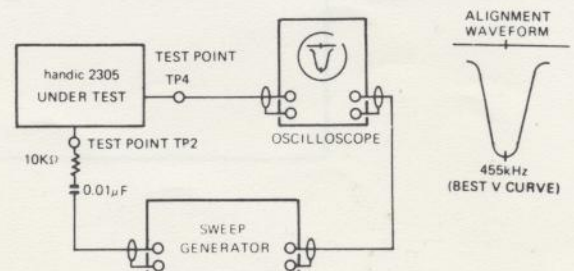

Abbildung 6
- Schritt 1: Anschließen der Geräte wie in Abbildung 6 dargestellt.